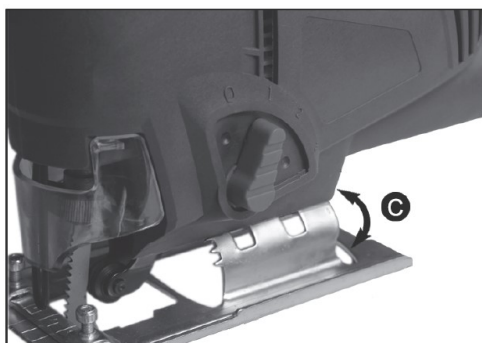

Рисунок 5
- Переместите основание на необходимый угол C (Рис.5) и установите его гребёночкой на ориентирующий шип.